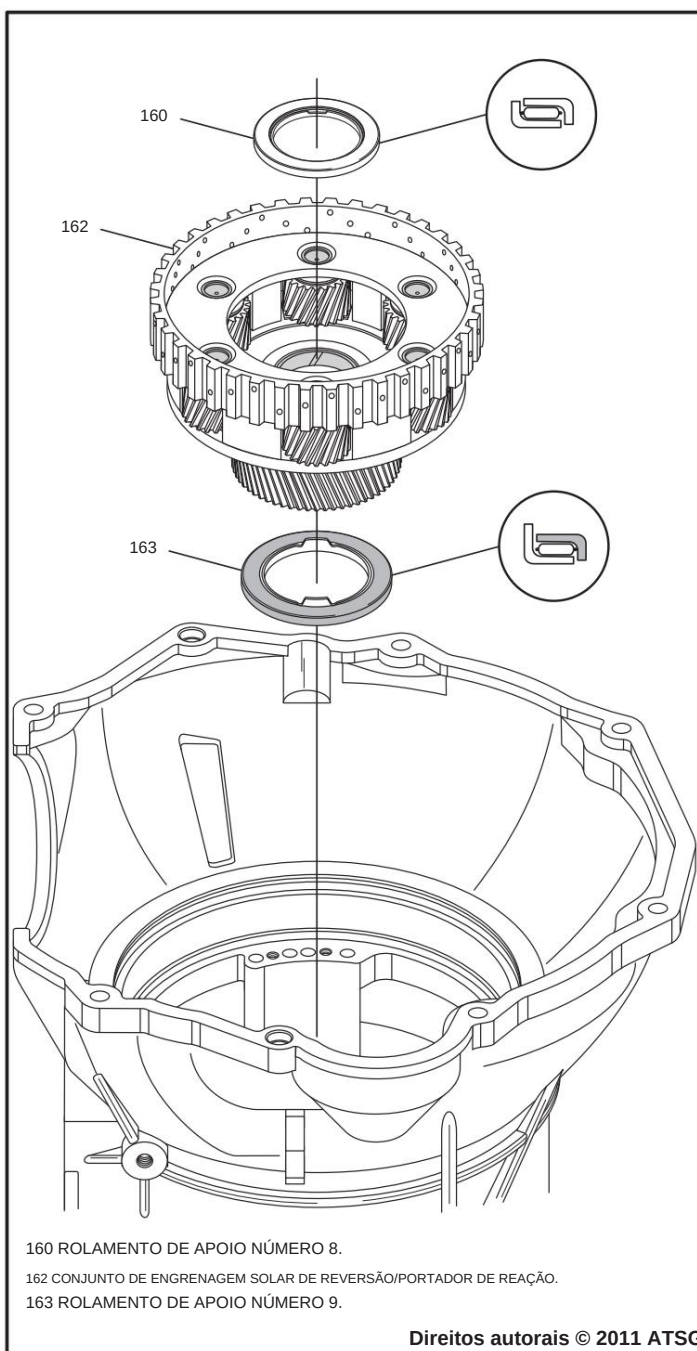

Figura 143
9. Instale o rolamento de impulso número 9 na parte traseira do suporte de reação/engrenagem solar reversa com o lado preto do rolamento voltado para a engrenagem solar, conforme mostrado na Figura 143, e prenda com uma pequena quantidade de Trans-Jel®.
10. Instale o mancal de encosto número 8 dentro do suporte de reação/engrenagem solar reversa na direção mostrada na Figura 143.
11. Instale o conjunto concluído na transmissão girando-o para a posição (consulte a Figura 143).